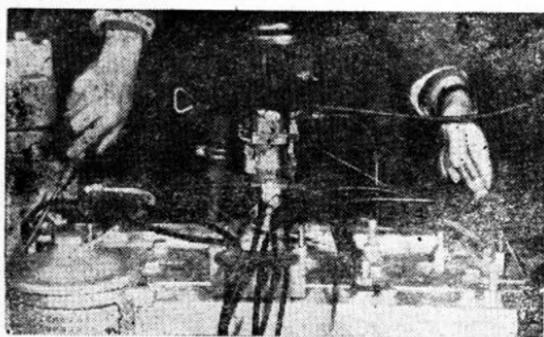

图 8
- 1.用两把起子同时在一、六缸使火花塞短路，这时响声减小（图8）。